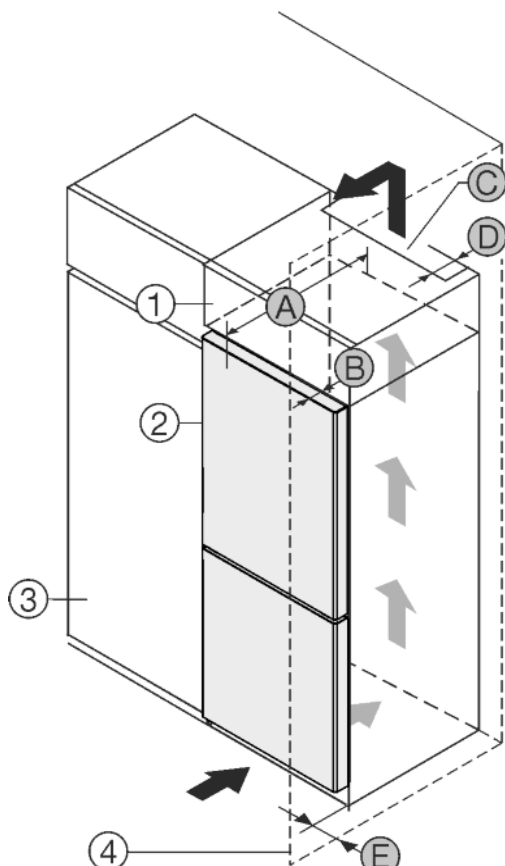

Fig. 1
Állítsa a készüléket közvetlenül a konyhaszekrény Fig. 1 (3) mellé.\*
Állítsa a készüléket 5 cm távolságra a konyhaszekrénytől Fig. 1 (3)\*.
A rátétszekrény hátoldalán egy megadott mélységű Fig. 1 (D) szellőzőaknát kell kialakítani a rátétszekrény teljes szélességében.\*
A mennyezett alatt be kell tartani a szellőző keresztmetszetet Fig. 1 (C)\*.
Ha a készüléket a zsanérokkal a fal Fig. 1 (4) mellé állítja, akkor legalább 40mm távolságot kell tartani a faltól. Ez a fogantyú túlnyúlásának felel meg, amikor kinyitja az ajtót.\*
Ahhoz, hogy az ajtókat teljesen ki lehessen nyitni, a készüléknek az ajtó mélységének Fig. 1 (B) megfelelő mértékben túl kell lógnia a konyhaszekrény frontján. A konyhaszekrények Fig. 1 (3) mélységétől és a fali távtartók használatától függően a készülék nagyobb mértékben is túllóghat előre felé.\*
Ahhoz, hogy az ajtókat teljesen ki lehessen nyitni, a készüléknek az ajtó mélységének (B) megfelelő mértékben túl kell lógnia a konyhaszekrény frontján. A konyhaszekrények Fig. 1 (3) mélységétől és a fali távtartók használatától függően a készülék nagyobb mértékben is túllóghat előre felé.\*